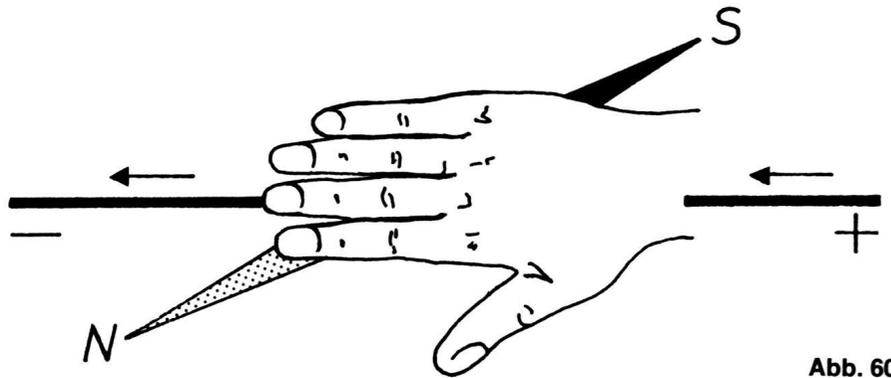

Abb. 60
*Der dänische Physiker H. Chr. Oersted entdeckte schon 1820, daß um einen stromdurchflossenen Leiter ein Magnetfeld entsteht. Um die Richtung der Ablenkung bestimmen zu können, stellte Oersted die *Rechtehandregel* auf. Sie lautet: Lege deine rechte Hand mit der Handfläche nach unten auf das Kabel. Die Fingerspitzen müssen zum Minuspol der Batterie weisen. Der Nordpol der Magnetnadel wird dann in Richtung des abgespreizten Daumens abgelenkt (Abb. 60).*